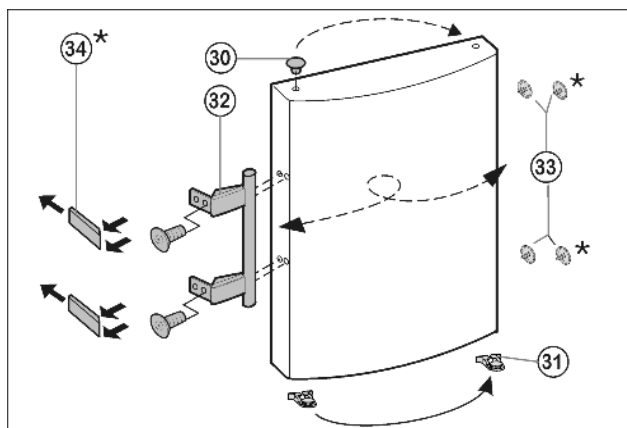

Fig. 8
- Извлеките пробку Fig. 8 (33) из опорной втулки дверцы и переставьте.
- Снимите и переставьте на противоположную сторону дверную ручку Fig. 8 (32), пробку Fig. 8 (33) и прижимные пластины* Fig. 8 (34).